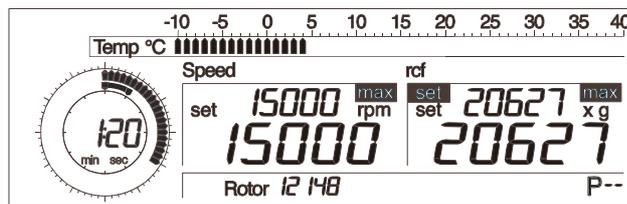

Fig. 5.14:
- Tournez le bouton rotatif gauche jusqu'à ce que « set » s'affiche sous le paramètre « rcf » (FCR) (Fig. 5.14).